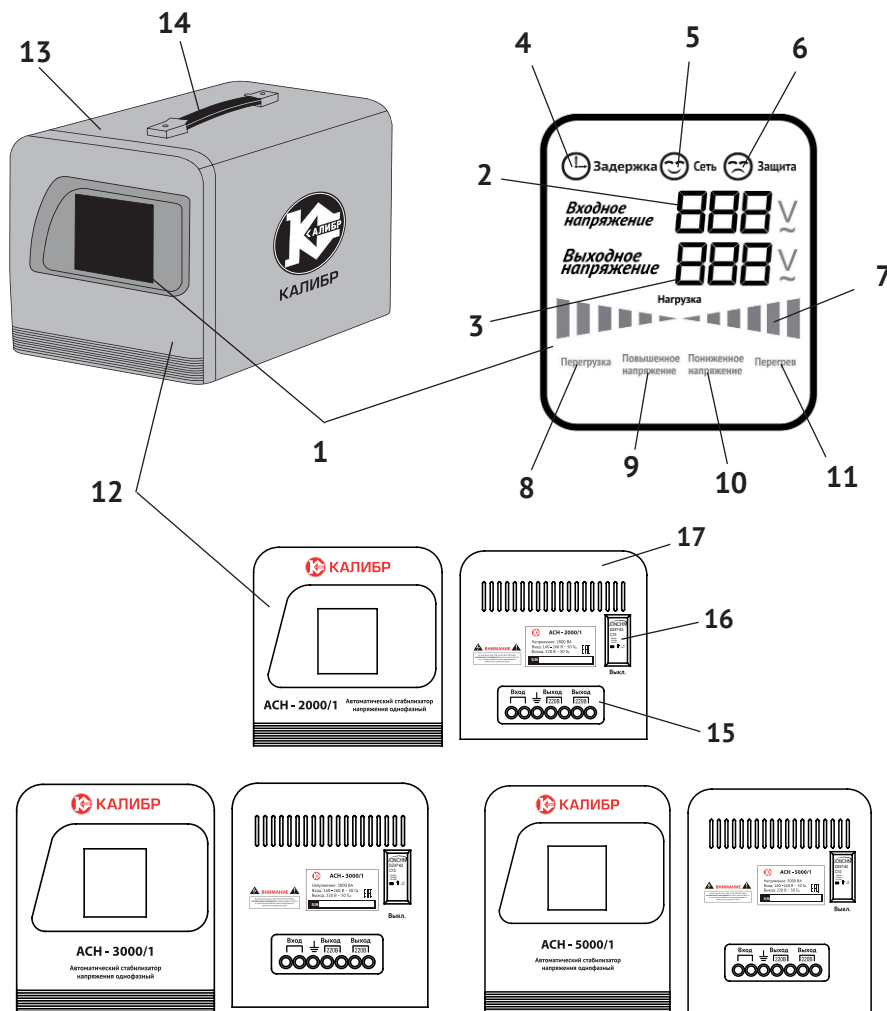

рис. 1
1.6 Внешний вид* стабилизатора представлен на рис.1
1.7 В металлическом корпусе (рис.1 поз.13) размещены основные узлы стабилизатора: автотрансформатор, плата управления, силовые ключи (реле) и приборы контроля и управления. На передней панели (рис.1 поз.12) расположен multifunctional дисплей (рис.1 поз.1), полностью отображающий режим работы стабилизатора.
На задней панели (рис.1 поз.17) стабилизатора расположены: клеммная колодка (рис.1 поз.15) с входными клеммами подключения питающей сети (ВХОД), выходными клеммами подключения нагрузки (ВЫХОД) и клеммой заземления. Кроме того на панели находится автоматический выключатель (рис.1 поз.16).
1.8 Дисплей, цифровым индикатором (рис.1 поз.2) показывает величину напряжение на входе в стабилизатор (напряжение питающей сети). Цифровой индикатор (рис.1 поз.3) показывает напряжение на выходе стабилизатора.
а) «Задержка» - индикатор времени задержки включения (рис.1 поз.4) высвечивается после первичного подключения питающей сети в режиме минимальной задержки (около 5 секунд). Повторное включение (после срабатывания защиты) происходит автоматически, после анализа сети, с задержкой до 180 секунд. Задержка включения необходима для обеспечения стабильного режима работы и применяется, как при первом включении стабилизатора, так и при включении после экстренных отключений (выход напряжения за пределы рабочего диапазона, короткое замыкание, обрыв кабеля и т.п.). Автоматическое увеличение режима «задержка» до 180 секунд устанавливается блоком управления при подключении нагрузки с электродвигателями (холодильник, стиральная машина, электроинструмент и т.п.). Данное время задержки необходимо для того, чтобы после экстренного отключения все приборы, подключённые к стабилизатору, пришли в механическую и электрическую стабильность (остановились валы электродвигателей, разрядились конденсаторы и т.п.).
б) «Нормальная работа» - индикатор (рис.1 поз.5) светится постоянно, когда напряжение питающей сети находится в регулируемом интервале (160 – 265 В).
в) «Защита» - индикатор (рис.1 поз.6) высвечивается при отключении блока управления нагрузки по одной из причин, на которую указывают индикаторы нижнего ряда (рис.1 поз.8 – 11).
г) «Перегрузка» - индикатор (рис.1 поз.8) высвечивается, когда мощность подключённой нагрузки превышает максимальную мощность модели стабилизатора, указанную в табл.1.4.
д) «Повышенное напряжение» - индикатор (рис.1 поз.9) высвечивается при повышении
е) «Пониженное напряжение» - индикатор (рис.1 поз.10) высвечивается при понижении входящего напряжения за пределы регулируемого диапазона – 160 В.
ж) «Перегрев» - индикатор (рис.1 поз.11) высвечивается при превышении температуры основных узлов свыше 110°C. После снижения температуры до 85°C стабилизатор автоматически подключает нагрузку.
з) «Индикация степени нагрузки» - симметричный двулучевой индикатор (рис.1 поз.7) цветом (зелёный в центральной части, красный по краям) отображает степень подключённой нагрузки к максимально возможной мощности модели стабилизатора. Высвечивается зелёная зона – мощность нагрузки в пределах номинальной работы аппарата. Начинают высвечиваться красные (крайние) участки лучей – стабилизатор работает на пределе своей мощности. Возможно высвечивание индикатора «перегрузка» (рис.1 поз.8) и отключение потребителей.